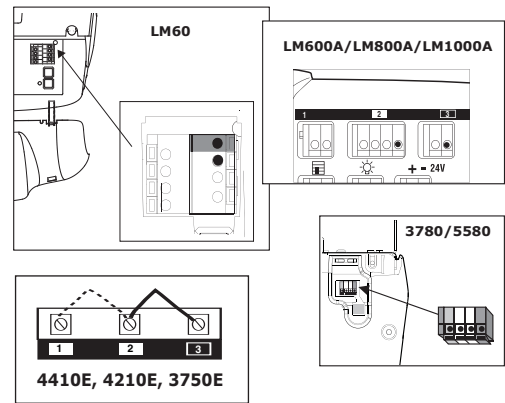

AFBEELDING 6
- Zet de detectorelementen vast met de in afbeelding 6 getoonde ijzerwaren. Draai de vleugelmoer op het ontvangende oog licht aan, zodat u dit naderhand definitief kunt afstellen. Draai de vleugelmoer op het zendende oog zorgvuldig vast.
- Leid de draden van de beide detectorelementen naar de opener, zoals afgebeeld in Afbeelding 6. Gebruik geïsoleerde krammetjes om de draad tegen de muur en het plafond te bevestigen.